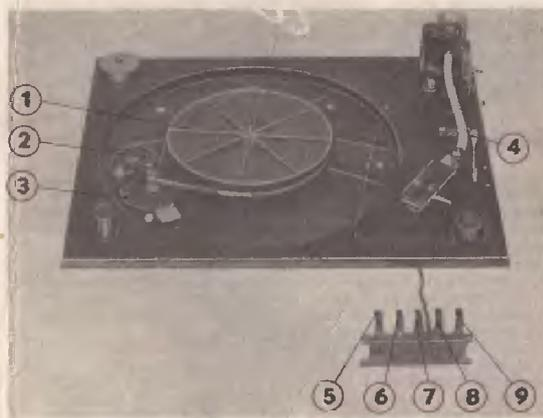

Рис. 2. Электропроигрывающее устройство сснятым диском
Внешний вид, расположение и назначение элементов управления показано на рис. 1, рис. 2.
- приводной ремень (резиновой пассик), находящейся в упаковке запасного комплекта, наложить на дорожку ведущего диска 1 (рис. 2), оттянуть его в одном месте и одеть на насадку вала 3 (рис. 2),
- выключить кнопку 7 на пульте управления ЭПУ (рис. 2),
- включите ЭПУ нажатием кнопки включения 7 (рис. 2),
- в случае использования механизма автоматического включения ЭПУ (устройство автостопа) кнопка 9 (рис. 2) должна быть в верхнем положении, включение автостопа производится нажатием кнопки 9 (рис. 2),
- поверните ручку ручного микролифта 4 (рис. 2) в направ-